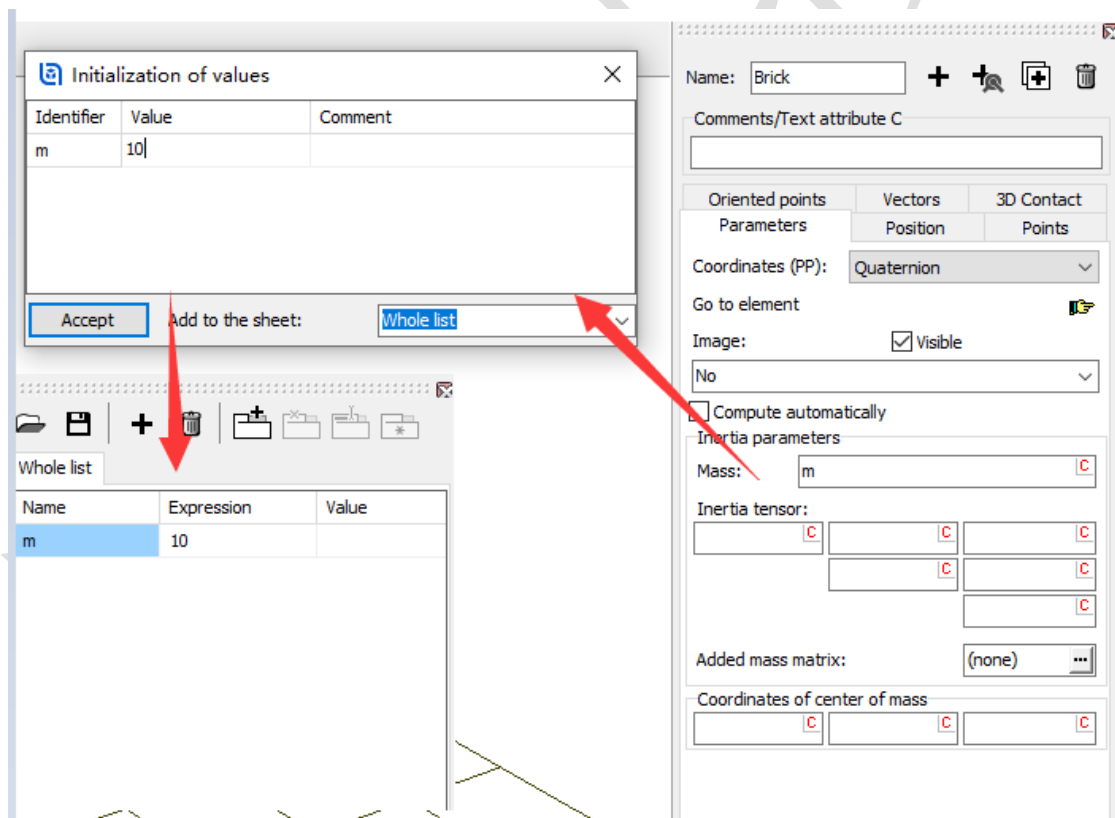

图 2.7 创建刚体 Brick
6. 此时, 这个新的参数符号 **m** 就添加到左下方的参数表, 如图 2.7 所示。